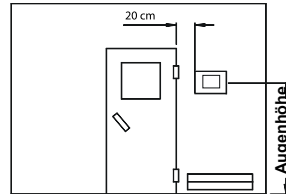
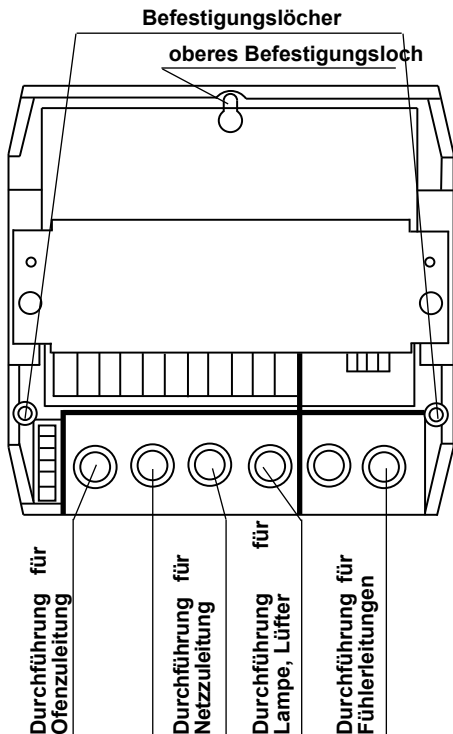

Abb. 3
Abb. 4
1. Nehmen Sie die Abdeckung des Steuergerätes ab. Dazu lösen Sie die Befestigungsschrauben unter der Bedienungs-skala. Vergrößern Sie die Löcher für die Durchführungen der Kabel (Abb. 4) mit Hilfe eines geeigneten scharfen Messers. Die Bohrungen $\varnothing 3$ mm für die mitgelieferten Holzschrauben 4 x 20 mm werden entsprechend den in Abb. 3 + 3.1 angegebenen Maßen angebracht.
sehen Durchführungen und schrauben Sie das Gehäuseunterteil in den beiden unteren Bohrungen fest an die Kabinenwand. Abb. 4